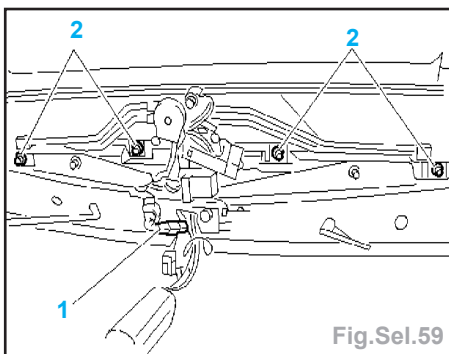

Fig.Sel.59
- Dégrafer la connexion électrique (1) (Fig. Sel.59).